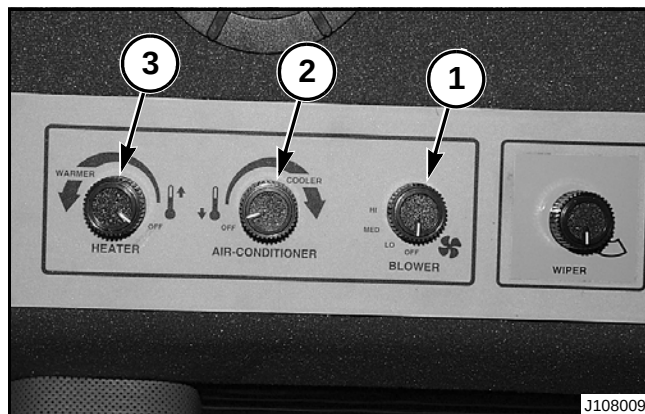

FIG. 17
FIG. 17: Para operar el ventilador, gire el interruptor de control del ventilador (1) a una de las tres velocidades; Baja, media y alta (LO, MED, HI). Existen cuatro respiraderos situados encima y delante del operador que dirigen el flujo de aire.